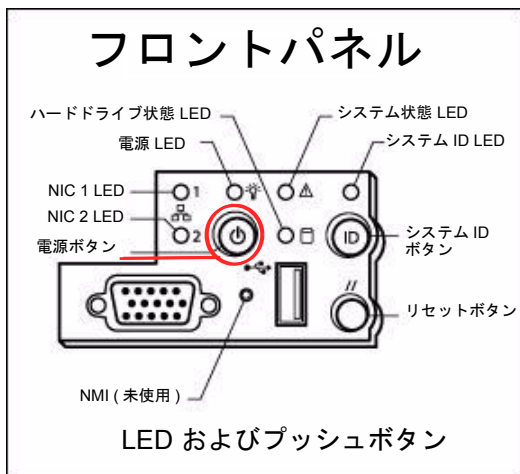

図 4-12 電源ボタンおよびフロントパネルの詳細
8. サーバー H1 (シリアル番号の末尾が「-H1」) の正面カバーの内側にあるフロントパネルの電源ボタン (図 4-12) を押して、電源を入れます。